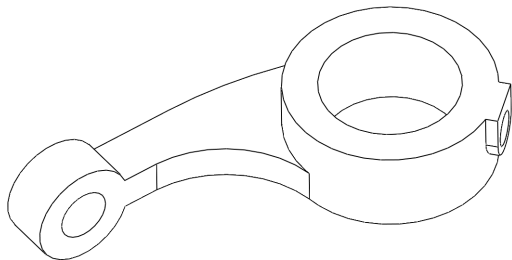

图 4-26 打开素材模型
(1) 单击常用工具栏中的【打开】按钮, 打开一幅素材模型, 如图 4-26 所示。